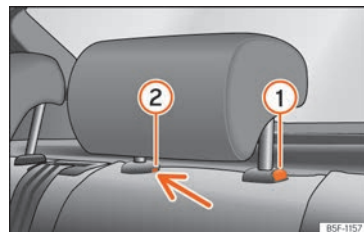

Fig. 66 Apoyacabezas trasero: desmontaje.
- Pulse la tecla »» » fig. 66 ①, apretando a la vez por el orificio del seguro ② con un destornillador plano de máximo 5 mm de anchura y retire el apoyacabezas.